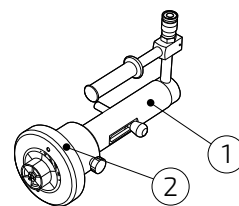

Рис. 4.5.4
5. Закрепить на гидроцилиндре 1 расширительную насадку 2 требуемого размера (рис. 4.5.4).